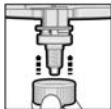
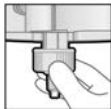

Fig. 3 :
Fig. 4.1 :
5. Lorsque l'embout mélangeur Dynamix est correctement positionné (fig. 3), poussez la bague de fixation Dynamix sur l'embout mélangeur Dynamix jusqu'à la butée et tournez-la dans le sens des aiguilles d'une montre (1/4 tour) pour la verrouiller (fig. 4.1, 4.2 et 5).